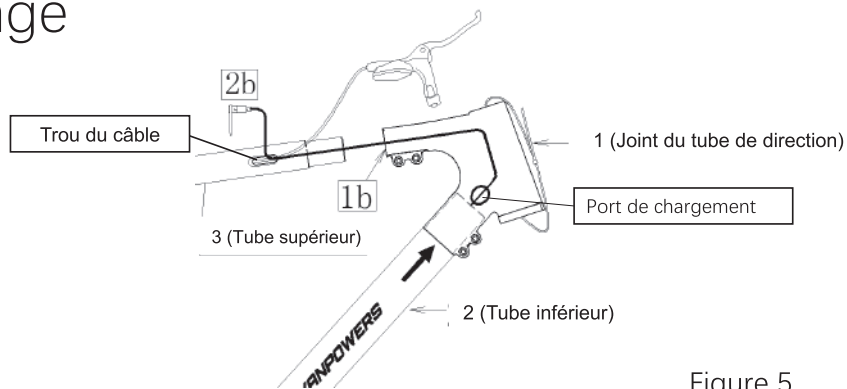

Figure 5.
a. Avec l'aide du serre-câble de la pièce 2b, faites sortir la pièce 2b du trou de câble de la pièce 3, comme indiqué sur la Figure 5.